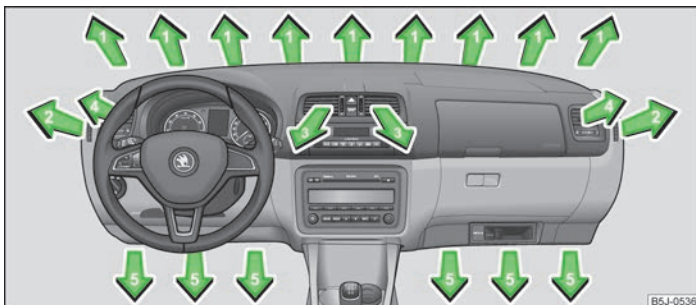
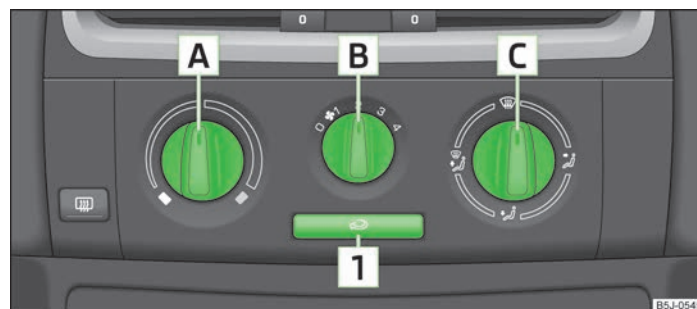

Fig. 74 Fantele de ventilație
Fig. 75 Încălzirea: Elementele de comandă
- Rotiți roțița verticală (fante de ventilație 3) » fig. 74 resp. roțița orizontală (fante de ventilație 4) în poziția
- Rotiți roțița verticală (fante de ventilație 3) » fig. 74 resp. roțița orizontală (fante de ventilație 4) în poziția 0.
- Pentru a modifica direcția pe înălțime a curentului de aer, deplasați lamelele orizontale cu ajutorul elementului de reglare, mobil » fig. 74.
Reglați admisia aerului pentru fiecare fantă de ventilație, se ajutorul butonului de reglare a distribuției aerului [C] » fig. 75 la pagina 69. Fantele de ventilație 3 » fig. 74 și 4 pot fi deschise și închise individual.
- Rotiți regulatorul rotativ [A] » fig. 75 spre dreapta pentru a mări temperatura.
- Pentru pornirea ventilatorului, rotiți comutatorul ventilatorului [B] » fig. 75 în una din pozițiile de la 1 la 4.
- De la regulatorul pentru distribuția aerului [C] » fig. 75 reglați direcția curentului de aer » pagina 69.
Toate elementele de comandă, în afara comutatorului ventilatorului [B] » fig. 75, pot fi reglate pe orice poziție intermediară.
- Elementele de comandă **A** » fig. 75 la pagina 69, **B**, **C** și tasta **1**.
» Apăsați tasta  **1** » fig. 75 la pagina 69, lampa de control din tastă se aprinde.
» Apăsați din nou tasta  **1** » fig. 75 la pagina 69, lampa de control din tastă se stinge.
Dacă regulatorul distribuției de aer **C** » fig. 75 la pagina 69 se rotește în poziția , recircularea aerului se dezactivează automat. Prin apăsarea repetată a tastei  se poate reporni și în această poziție recircularea aerului.